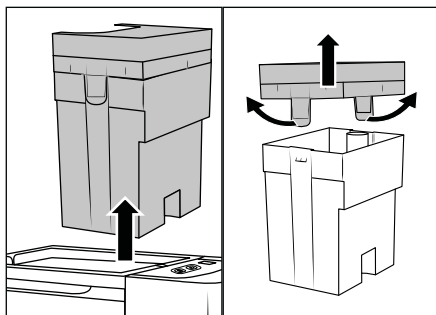

Fig. 7
- ◆ Sujete el depósito de agua sucia **7**  por el agarre de la tapa **3** y tire de este hacia arriba para extraerlo del aparato (consulte la fig. 7).
- ◆ Tire de las dos pestañas de fijación ligeramente hacia fuera y retire la tapa **3** (consulte la fig. 7).